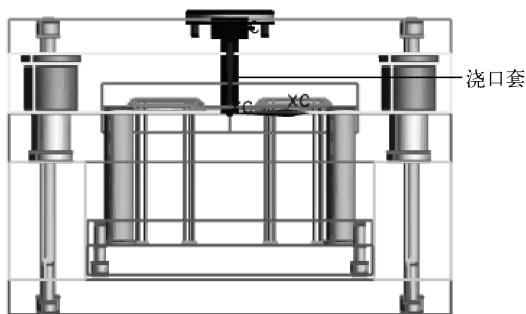

图 7-39 添加的浇口套
(4) 单击【应用】按钮, 添加如图 7-39 所示的浇口套, 这个浇口套还需要重定位和修剪长度, 将在后面浇注系统设计时再介绍。